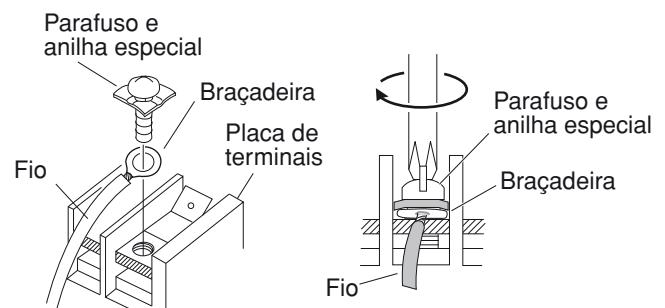

Fig. 32
- (4) Coloque o fio da braçadeira e volta a apertar o parafuso do terminal que tinha tirado anteriormente usando a chave de parafusos. (Fig. 32)